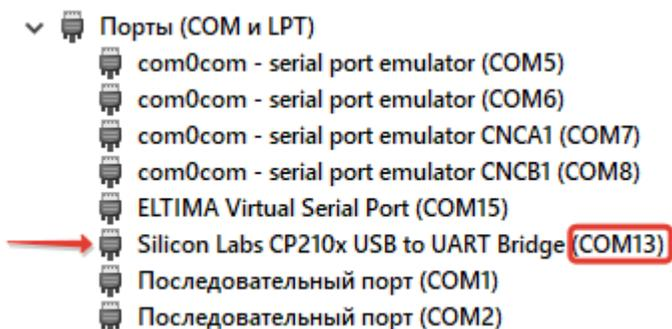

Рисунок 7.5 – Определение номера COM-порта.
1. Выбрать из выпадающего списка необходимый COM-порт. Номер COM будет указан в «Диспетчере устройств» после установки драйвера Siliconlabs (см. рис. 7.5).